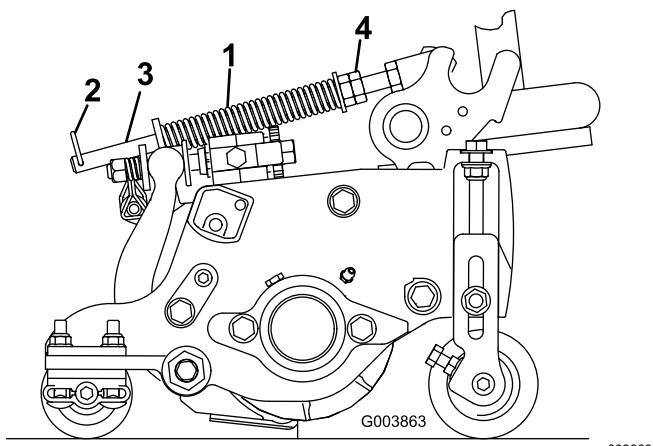

Bild 48
Die Rasenkompensierungsfeder (Bild 48) verlagert das Gewicht von der Frontrolle zur Heckrolle. Dies reduziert ein Bobbing genanntes Wellenmuster auf der Grünfläche.
1. Stellen Sie sicher, dass der Splint in das hintere Loch in der Federstange eingesetzt ist (Bild 48).
2. Ziehen Sie die Sechskantmuttern vorne an der Federstange an, bis die komprimierte Länge der Feder 15,9 cm beträgt, siehe Bild 48.